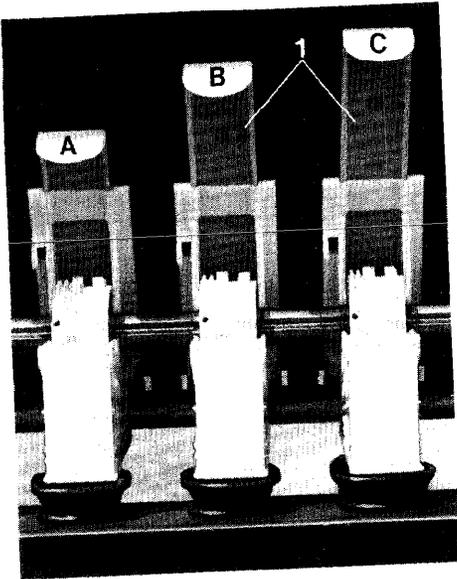

Fig. 34
Régler les glissières de fermeture (fig. 34/1) de chaque carter de distribution sur l'une des trois positions ci-après :
- Abaisser jusqu'à la butée les glissières de fermeture (fig. 34) correspondant aux carters de distribution qui ne doivent pas semer.